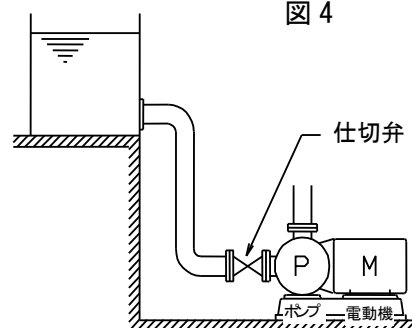

図 5
- (11) 流し込み・押し込み方式の場合は、吸込管に仕切弁を取付けてください(図5)。仕切弁がないと、ポンプの点検や修理のとき、タンクおよび配管の水を全部抜かなければなりません。